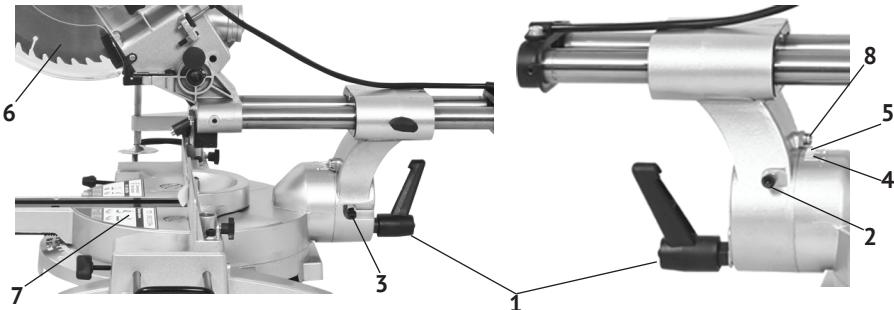

рис.3
- для установки угла наклона необходимо: ослабить стопорный винт (рис.3 поз.1), установить необходимый угол распила по шкале (рис.3 поз.4), поворачивая режущий блок за рукоятку пилы, и надёжно зафиксировать стопорный винт.
- установить рабочий стол (рис.3 поз.7) в нулевое положение;
- ослабить контргайку винта (рис.3 поз.2);
- установить транспортир (электронный угломер), измеряющий угол между плоскостью рабочего стола (рис.3 поз.7) и пильного диска (рис.3 поз.6);
- шестигранным ключом из комплекта поставки поворачивать винт (рис.3 поз.2) до точной установки угла  $90^\circ$  между диском и рабочим столом;
После установки точного положения угла, проверить положение стрелки-указателя (рис.3 поз.5) на шкале (рис.3 поз.4). При несовпадении с нулевым положением, ослабив винт крепления стрелки (рис.3 поз.8), откорректировать её положение и зафиксировать винтом.
- ослабить контргайку винта (рис.3 поз.3);
- шестигранным ключом из комплекта поставки поворачивать винт (рис.3 поз.3) до точной установки угла 45° (влево) между диском и рабочим столом;